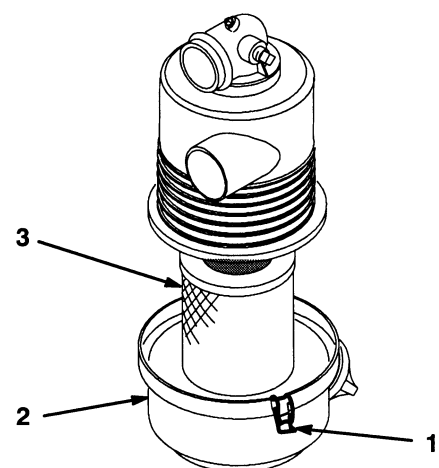

Bild 22
3. Lösen Sie die Laschen, mit denen der Deckel am Luftfilterkörper abgesichert wird. Trennen Sie den Deckel vom Körper ab. Reinigen Sie die Innenseite des Luftfilterdeckels (Bild 22).
4. Schieben Sie den Filter vorsichtig aus dem Körper heraus, um das Losrütteln des Staubes zu minimieren (Bild 22). Vermeiden Sie ein Anstoßen des Filters am Filterkörper.